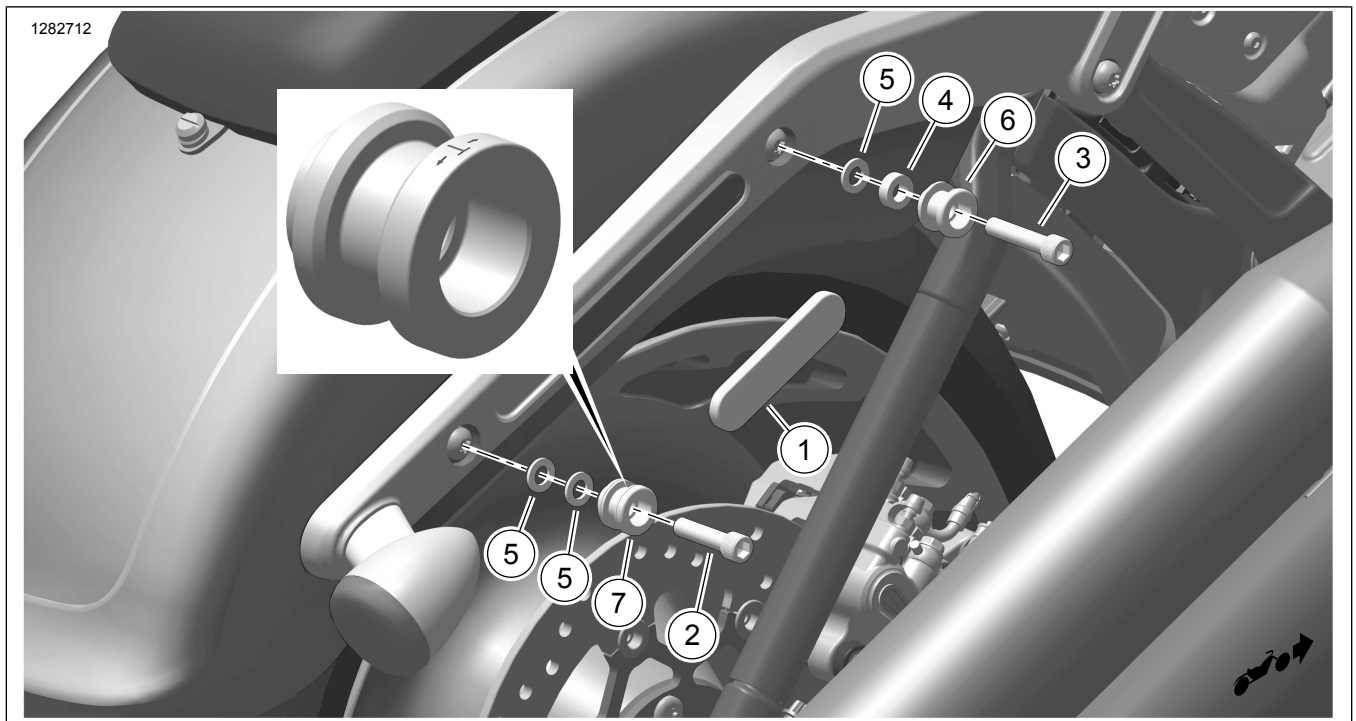
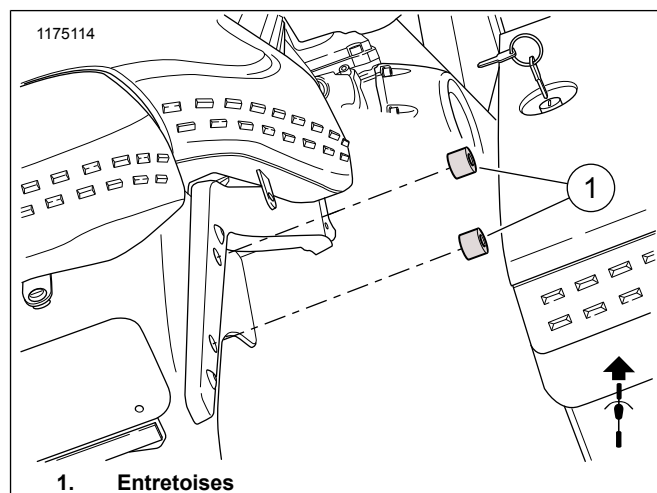
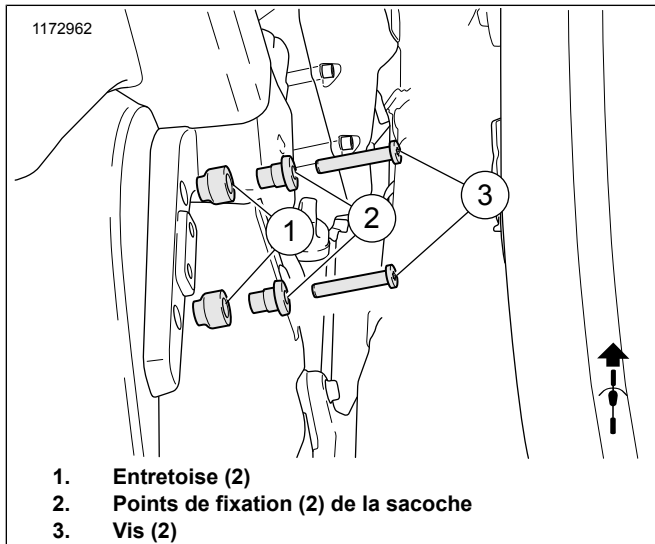

Figure 1. Contenu du kit : Kits de quincaillerie d'ancrage HoldFast (typiques)
Figure 3. Remplacement des entretoises d'origine avec les points de fixation (FLHC)
Figure 4. Remplacement de l'entretoise d'origine avec le point de fixation (FLSB, FXLRST)
2. Voir la figure 1. **FLFB et FXBR** : retirer les deux vis Équipement d'origine du côté droit.
- a. **Avant** : une entretoise mince (5) et une entretoise épaisse (4).
- b. **Arrière** : deux entretoises minces (5).
- a. **Avant** : une entretoise épaisse (4).
- b. **Arrière** : une entretoise mince (5).
5. Voir la figure 3. **FLHC** : retirer la sacoche du côté droit du véhicule.
- b. Déposer les vis Équipement d'origine et desserrer les entretoises (1) qui retiennent la sacoche sur le véhicule.
- e. Voir Figure 3 et Figure 4. Remplacer les entretoises desserrées (1) par les galets d'ancrage. Galets d'ancrage en plastique (2) à l'extrémité arrière du véhicule.
6. Voir la figure 4. **FLSB, FXLRST** : Retirer la sacoche du côté droit du véhicule.
- a. Retirer les Équipement d'origine vis (3), les points d'ancrage de la sacoche (2) et les entretoises (1).
- b. Enlever le frein filet des Équipement d'origine vis (3) et des filetages du trou de montage. Reportez-vous à **NETTOYAGE DES FILETS DE FIXATION**.
- c. Mettre au rebut les entretoises intérieures (1) et les remplacer par les points d'ancrage du kit. Le galet d'ancrage en plastique doit être placé à l'extrémité arrière.